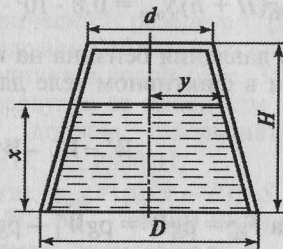

Рис. 3.23
**Задача 3.23.** Стальной резервуар в форме усеченного конуса не имеет дна и установлен на горизонтальной плоскости (рис. 3.23). На какую высоту  $x$  должна подняться жидкость, чтобы резервуар оторвался от горизонтальной плоскости под действием давления жидкости на боковую поверхность, если  $D = 2 \text{ м}$ ;  $d = 1 \text{ м}$ ;  $H = 4 \text{ м}$ ;  $\sigma = 3 \text{ мм}$ ;  $\rho_{\text{ст}} = 7,8 \cdot 10^3 \text{ кг/м}^3$ ;  $\rho_{\text{в}} = 10^3 \text{ кг/м}^3$ ;  $g = 10 \text{ м/с}^2$ ?
Из подобия нижней и верхней трапеции (см. рис. 3.23) имеем